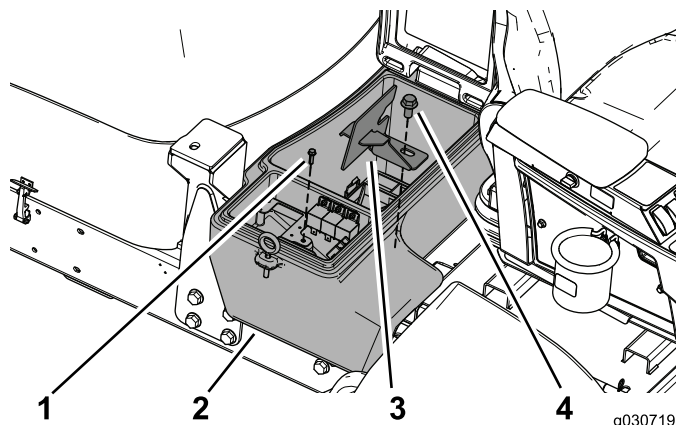

図 22
5. ワイヤハーネスプレートをねじで機体に固定し、バッテリーコンパートメントのクランプとボルト $\frac{1}{2}$ x 1 インチでバッテリーコンパートメントを機体に固定する 図 22。